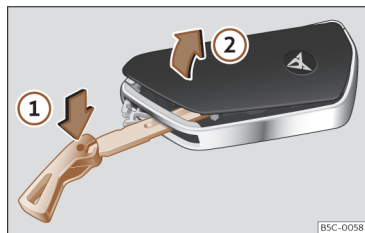

Fig. 78 Llave del vehículo: abrir la tapa del compartimento de la pila.
- Introduzca el espadín en la ranura »» fig. 78, presiónelo en el sentido de la flecha ① y desprenda la tapa haciendo palanca ②.